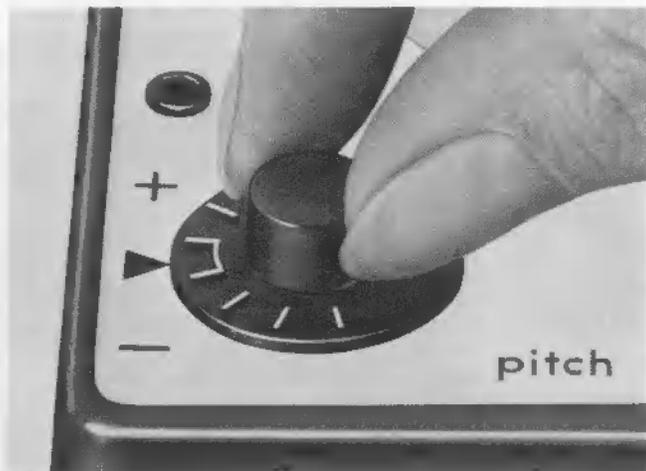

Fig. 19
Die Tonhöhenabstimmung ist richtig geeicht wenn bei exakt eingestellter Plattenteller-Drehzahl  $33 \frac{1}{3}$  U/min (Strichmarkierung der aufgelegten Stroboskopscheibe bleibt stehen) sich die Markierung am Drehknopf (1) innerhalb des Nullbereiches der Skala befindet (Fig. 19).
Pitch control is correctly calibrated when with the platter speed set to exactly  $33 \frac{1}{2}$  rpm (lines on stroboscope disc appear to stand still) the marking on knob (1) is within the zero range of the scale (fig. 19). Recalibration can if necessary be carried out as follows:
1. Set the speed control at  $33 \frac{1}{3}$  and the pitch control knob (1) to the middle of the zero area.
2. Using a screw driver turn adjustment screw (2) until the stroboscope disc markings remain stationary. If the markings run counterclockwise turn adjustment screw clockwise. If the markings run clockwise turn adjustment screw counterclockwise.